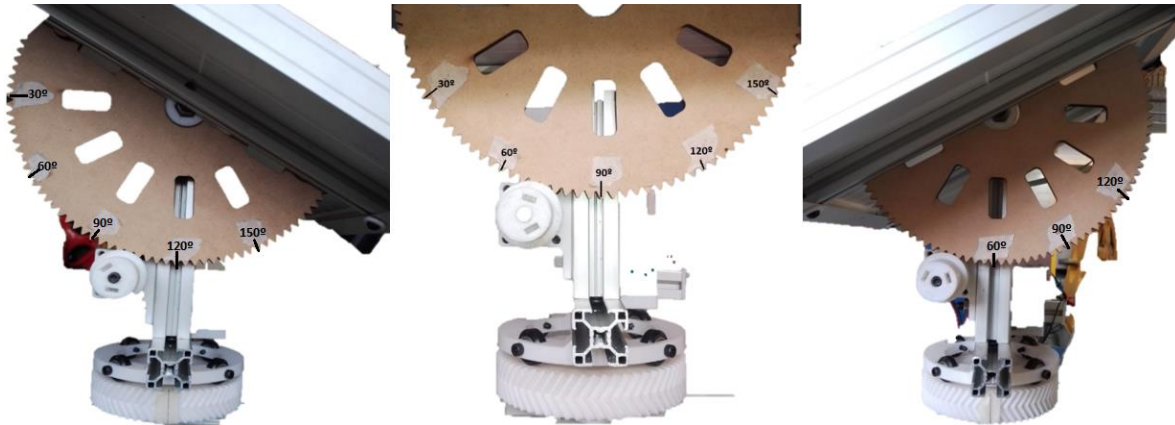

Fig. 55. Forma de colocar los paneles solares de manera fija a un ángulo de inclinación.
1. Usando el sistema de riel curvo, coloque el panel solar del centro en posición horizontal sin ningún ángulo de inclinación a 90° , perpendicular al horizonte. Colóquese detrás del sistema de riel curvo; el panel solar ubicado del lado derecho, gírelo al centro de la marca de 60° y el tercer panel girarlo a la marca de 120° . Puede guiarse de la **Fig. 55**.